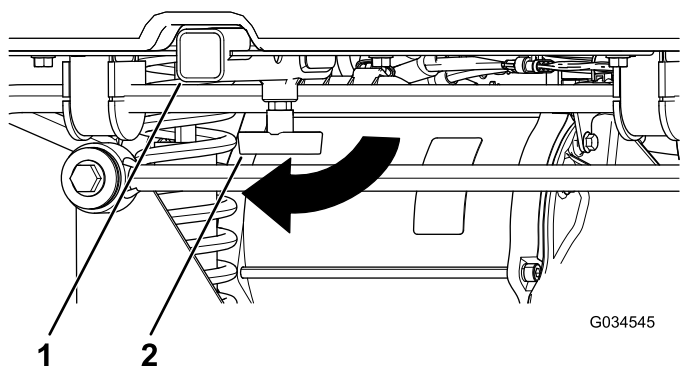

Bild 20
1. Drehen Sie den T-Bügel nach rechts, um ihn zu lösen (Bild 20).
2. Setzen Sie das Zubehör in die Aufnahme, bis die Löcher ausgefluchtet sind (Bild 20).